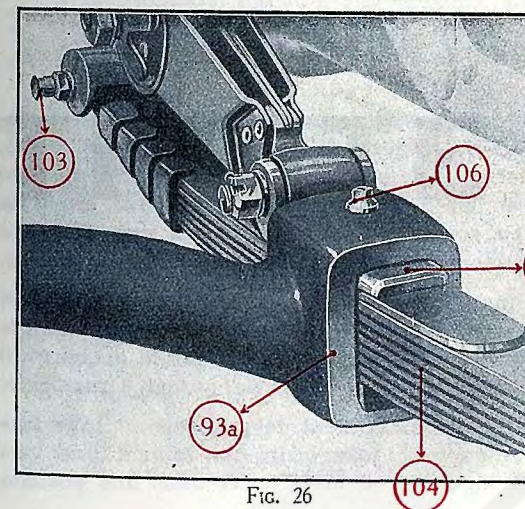

FIG. 26
La figure 26 montre le ressort avant-gauche (104) qui traverse le corps de l'essieu (93 a). Ce ressort est monté à l'avant articulé sur un axe qui le traverse en même temps que la main avant, il est lubrifié au moyen d'un graisseur à pression (103). A l'arrière, son extrémité vient se loger dans une douille ronde en bronze dans laquelle on a fraisé un logement qui lui permet de glisser librement.